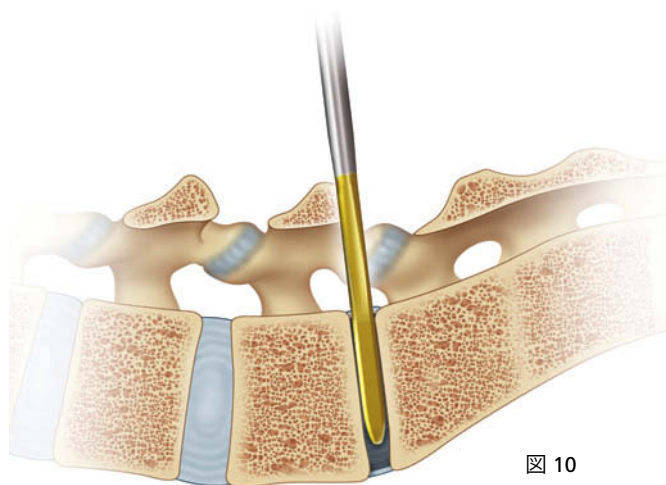
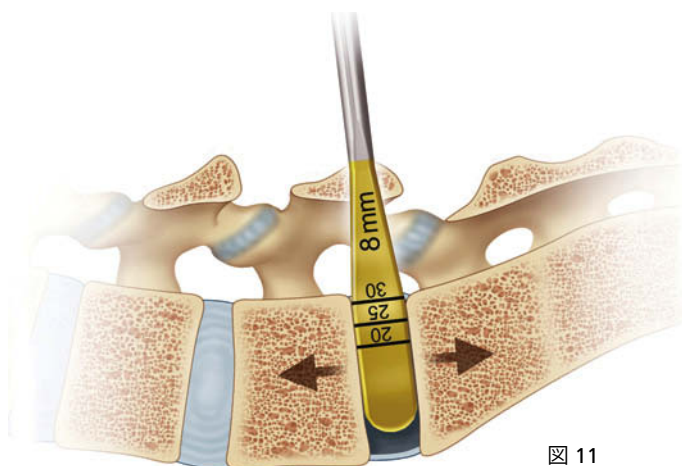

図 10
図 11
2. まず椎間板組織を除去した後、つぶれた椎間板腔内に椎間板準備セットのディスクスプレッター・スモール、またはディスクスプレッターを水平に挿入し、90°回転させて伸延させます(図10および図11)。理想的に伸延が得られると、椎体終板が平行となり(図11)、椎間板腔の後方開口部が最大限に開いて、椎間板の母床作成準備と再建のための適切なアクセスが可能となります。